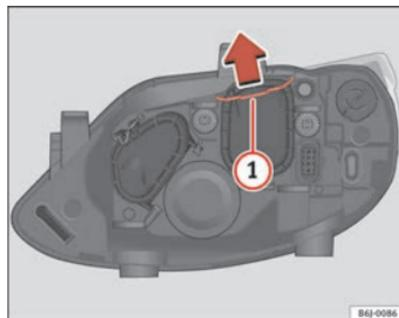

Abb. 136 Abblendlicht
- Verschieben Sie die Strebe ⇒ Seite 232, Abb. 136 ① in Pfeilrichtung und nehmen Sie den Deckel ab.